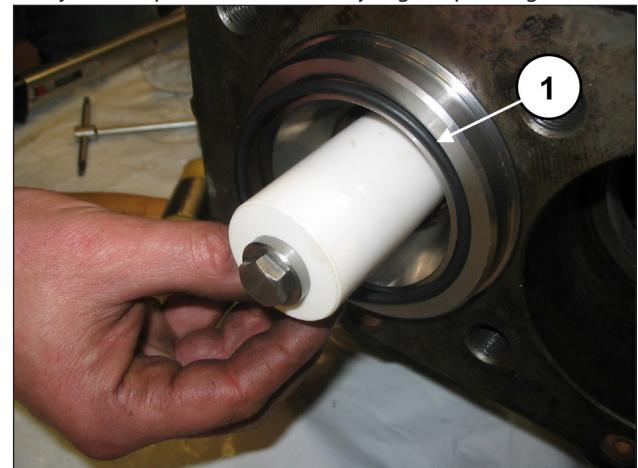
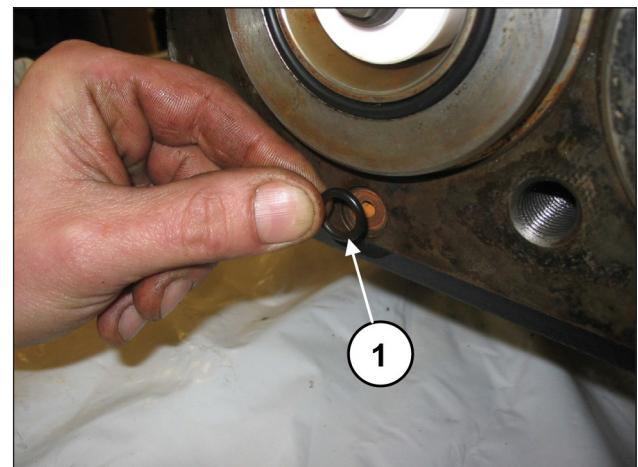

Fig. 152
Fig. 153
Monter le joint torique frontal de la chemise (rep. ①, Fig. 152) et le joint torique de l'orifice de recyclage (rep. ①, Fig. 153).